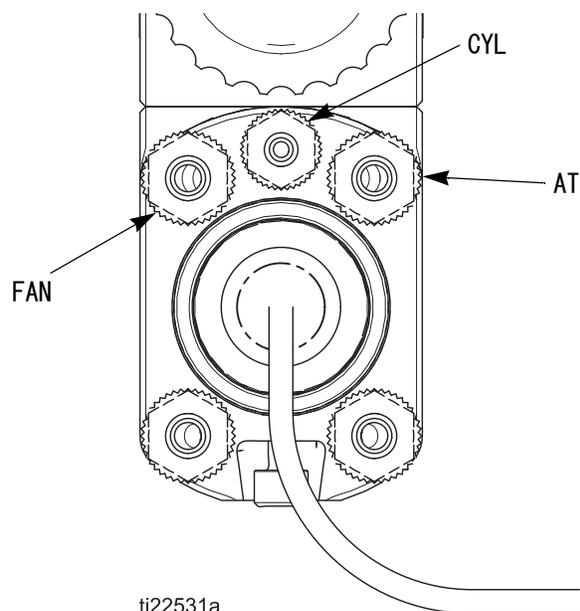

図 19 マニホールドのエア接続
6. 噴霧化エア供給ライン (AT) のエア圧力レギュレーターを使用して、噴霧化の程度を調整します。(図 19 を参照してください。) たとえば、流体フローが毎分 0.3 リットル (毎分 10 オンス) の場合には、通常の噴霧化圧力はガンのマニホールドで 0.14 ~ 0.21 MPa (1.4 ~ 2.1 bar、20 ~ 30 psi) になります。
- ガンのスプレー機能は、シリンダー (CYL) エア供給ラインのエアソレノイドバルブでオンオフします。シリンダーのエアの取り付け金具 (CYL) に最小で 0.34 Mpa (3.4 bar、50 psi) のエア圧をかけると、噴霧器エア (AT)、ファンエア (FAN)、および流体 (P) のオンオフシーケンスがアクティブになります。図 19、28 ページを参照してください。